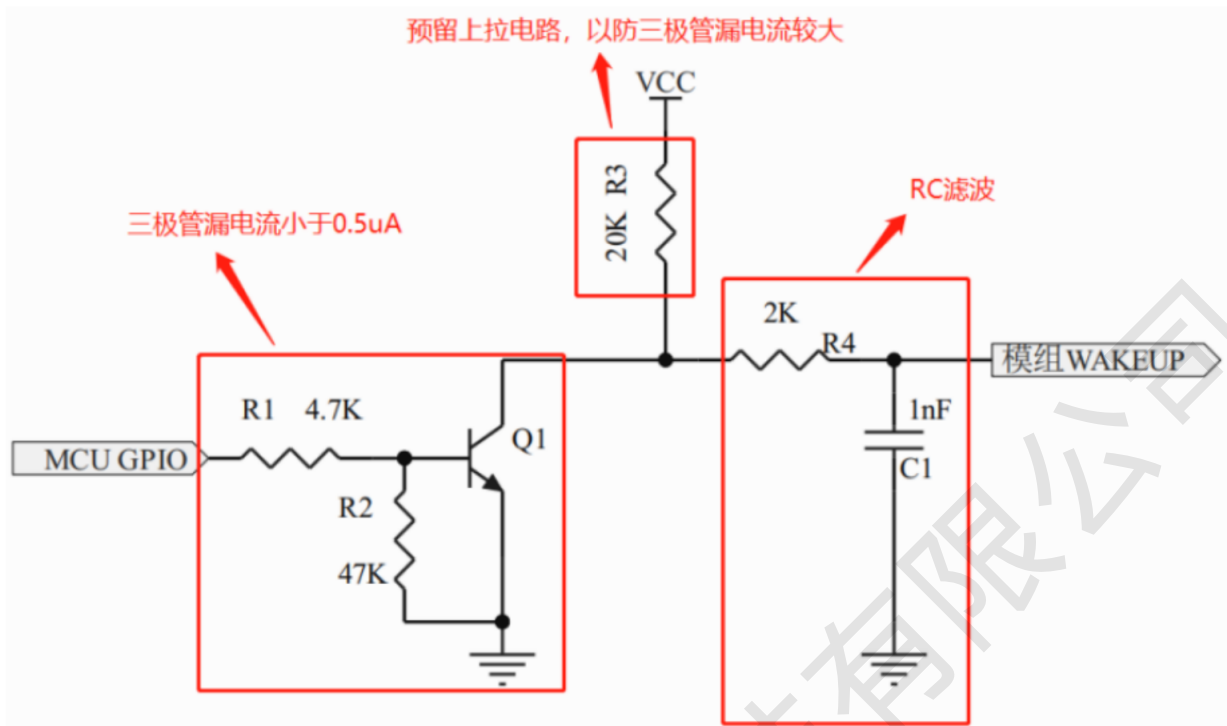

图 11 WAKEUP 脚参考电路
2) 如果外部 MCU GPIO 与模组的 RESET 通过三极管连接（如图 11 所示），要求三极管截止态的漏电电流要小于 0.5uA。原因是 RESET 脚内部上拉电阻非常弱，漏电大了可能将 RESET 脚拉到 1.2V 以下。NB 芯片能正常工作其 RESET 脚高电平是要保证在 1.2V 以上才行。
- ① 用 MOS 管代替三极管，大多数 MOS 漏电流较小。
- ② 电路上预留上拉电路（如图 11 所示），VCC 的电压范围在 1.8V-3.6V 且要常开，不要用 NB 模组出来的电。